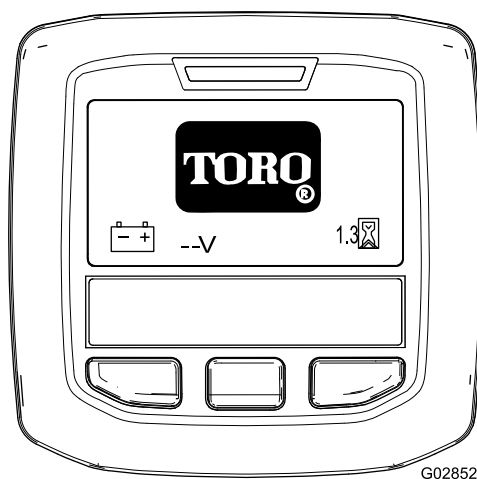

Figure 59
**Remarque:** L'InfoCenter s'allume et affiche l'écran d'initialisation (Figure 59).